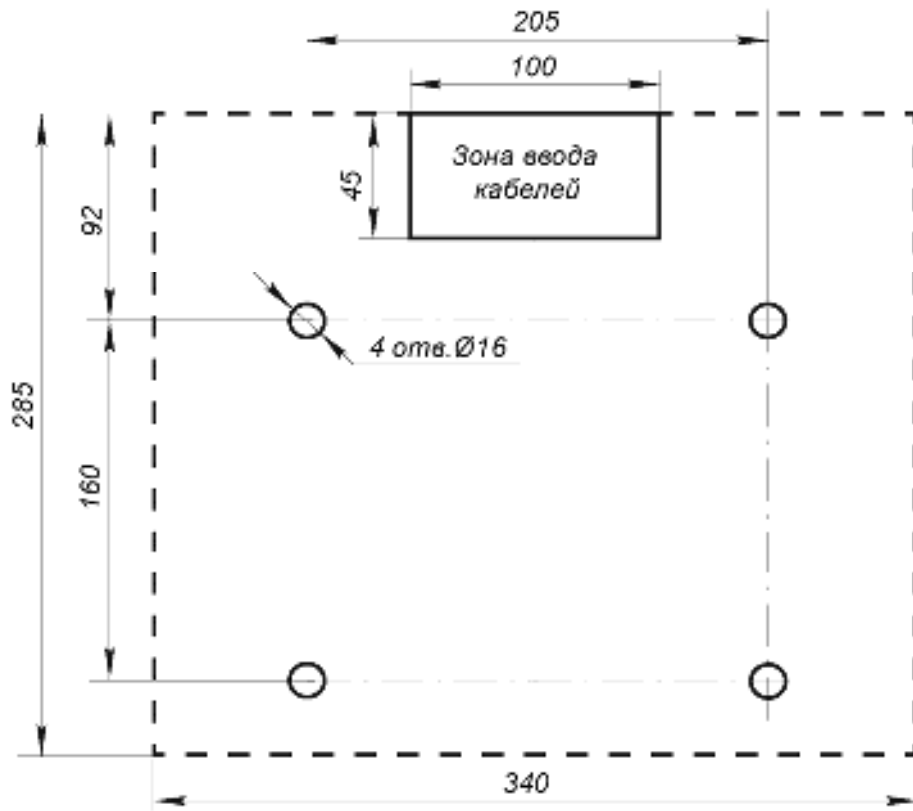
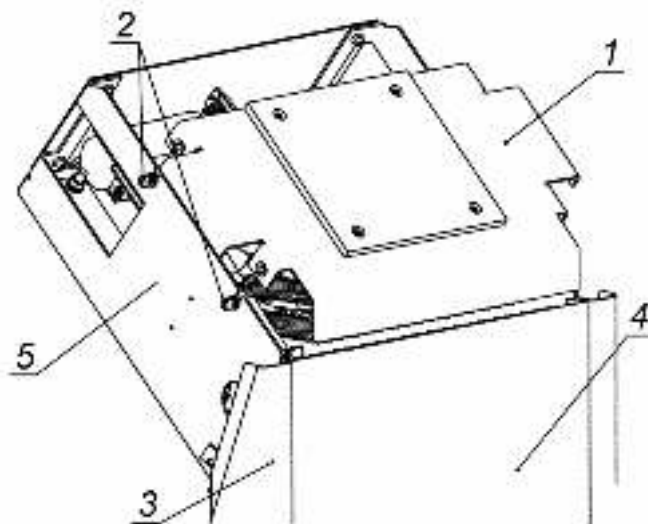

Рисунок 10. Разметка отверстий в полу под крепление стойки ЭП (пунктиром показаны габариты основания)
Рисунок 12. Стойка ЭП со снятой крышкой
2. В соответствии со схемой, приведенной на рис. 10, произведите разметку и разделку отверстий в полу под гильзы анкеров (15) для крепления стойки ЭП.
3. При необходимости прокладки кабелей под поверхностью пола подготовьте в полу кабель-канал к зоне ввода кабелей в стойку ЭП (см. рис. 10).
4. Установите гильзы анкеров (15) в выполненные в полу отверстия так, чтобы они не выступали над поверхностью пола.
6. Снимите крышку ЭП (2). Порядок снятия крышки см. в разд. 6.
7. Снимите заднюю стенку ЭП (4, рис. 12). Для этого смещайте ее вверх вдоль стойки ЭП, до тех пор, пока она не выйдет из зацепления со стойкой. Задняя стенка снабжена двумя парами зацепов, расположенными в ее верхней и нижней частях.